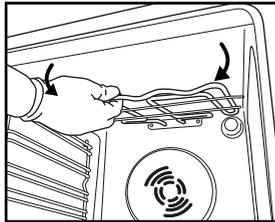
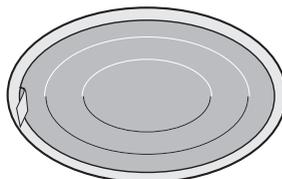

Fig. 6
Fig. 7
2. Dévissez le couvercle de l'ampoule (Fig. 6), remplacez l'ampoule grillée par une ampoule neuve (voir Remarque pour le type d'ampoule), revissez ensuite le couvercle de l'ampoule (Fig. 7).
Filtre à graisses (Fig. 7)